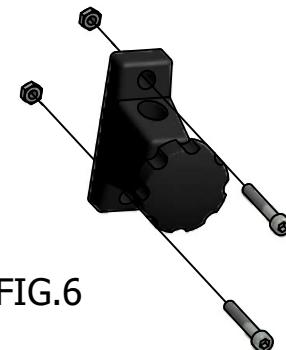

FIG.6
- 6) Insérez la tige d'arrêt longue dans la position D et les tiges d'arrêt courte dans la position E et F avec les vis spéciales (FIG.6). Il faut maintenir les deux leviers d'arresto adresses vers le centre du divan.
VEDI FIG.6
- 7) Fissare il supporto reggicoscia (FIG.6)
- 7) Fix the leg holder support (FIG.6)
- 7) Fixer le support de l'appui cuisse (FIG.6)